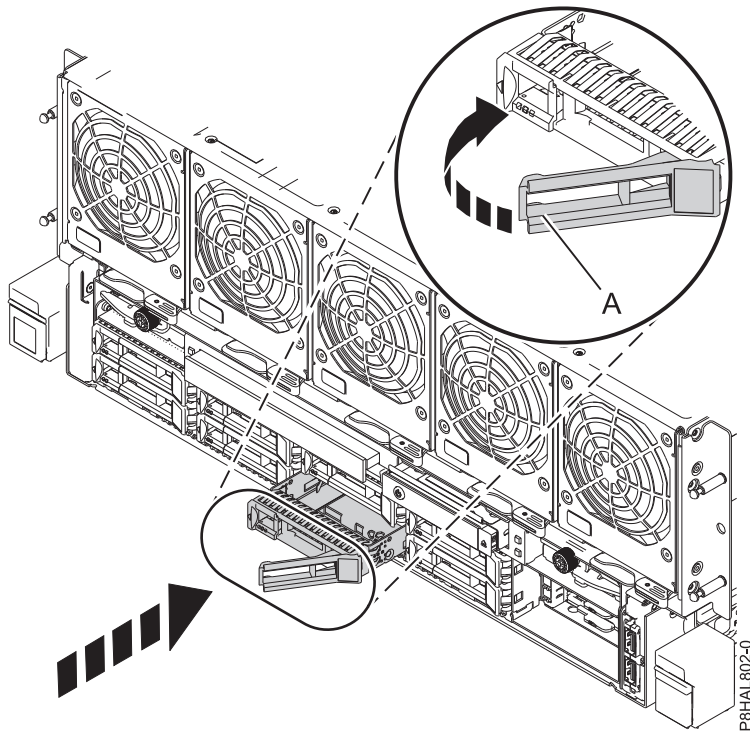

図 3. 8408-44E または 8408-E8E システムにおけるディスク・ドライブの取り付け
3. ハンドルを押して手前に引き出して、ドライブ・ベイ・ハンドル **(A)** をアンロックします。ハンドルが完全に引き出されていないと、ドライブをシステムの中にスライドさせることができません。『6 ページの図 3』を参照してください。
5. ドライブをシステムに完全にスライドさせ、ドライブ・ベイ・ハンドル **(A)** をロックされるまで押し込みます。 6 ページの図 3